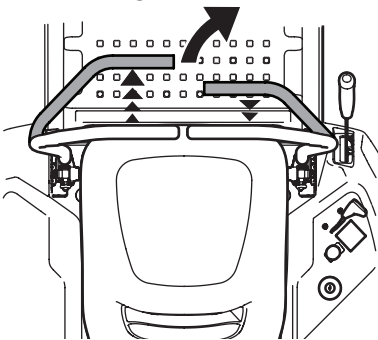

Figure 24
2. Pour tourner à droite, déplacez le levier de contrôle de conduite droit en arrière du levier gauche. Consultez la Figure 24.